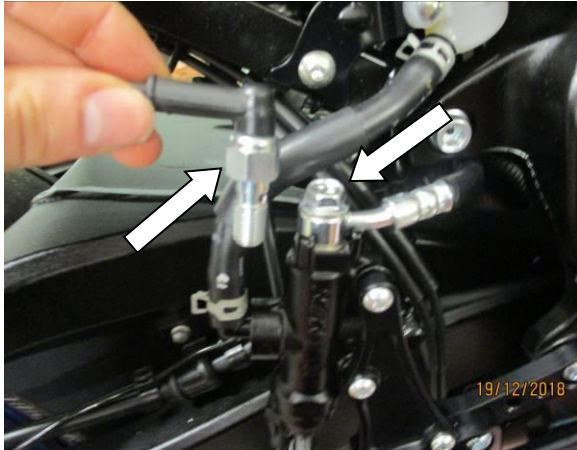

Abbildung 18
- Entfernen Sie die Hohlschraube am Hauptbremszylinder und ersetzen Sie diese durch den mitgelieferten Bremslichtschalter (Artikel 6) – verwenden Sie die neuen Dichtungsringe (Artikel 7), wie in Abbildung 18 abgebildet. **DAS BREMSSYSTEM MUSS DANACH ENTLÜFTET WERDEN!**